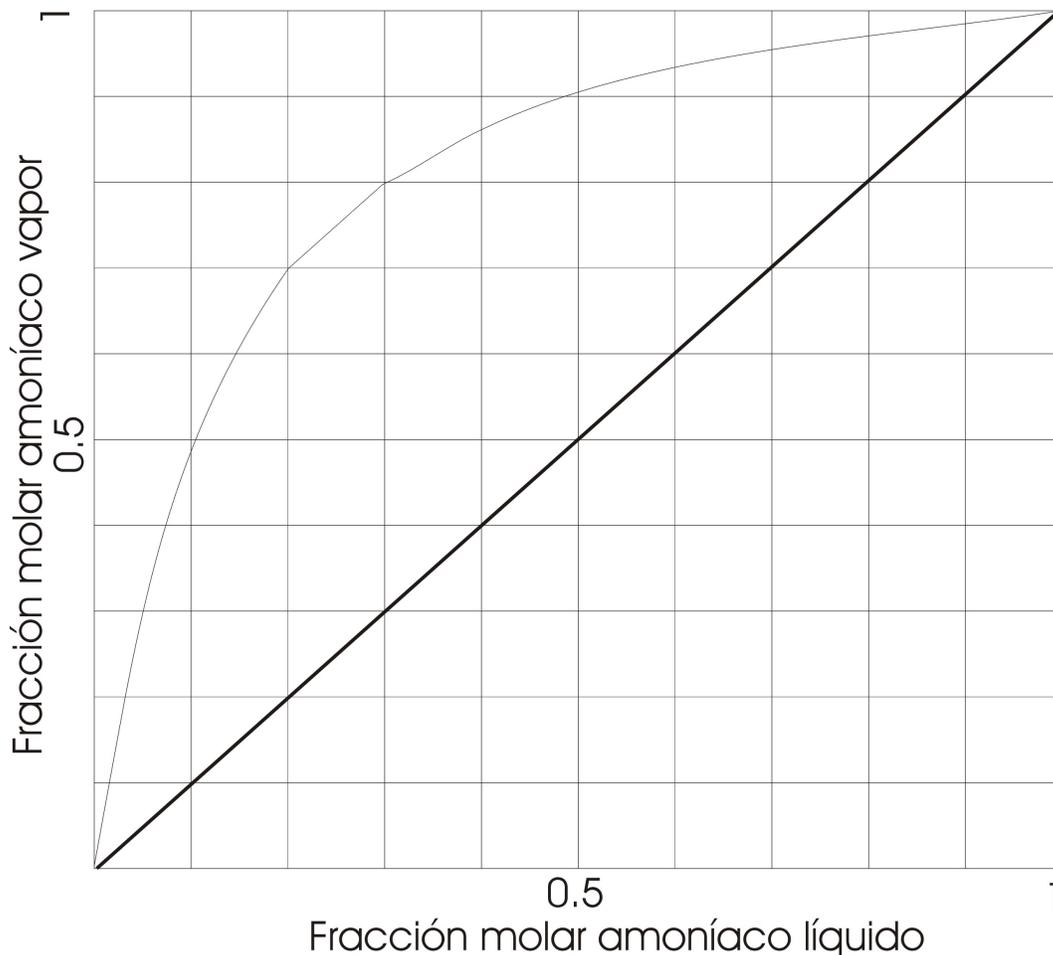

Figura 1:
- Caudal de las corrientes de destilado (D) y fondos (B) de la columna. (1 pto.)
- Número de platos teóricos y reales sabiendo que la eficiencia es de un 80%. Usar Figura 1.(4ptos)
- Número de platos teóricos y reales sabiendo que la eficiencia es de un 85%. Usar Figura 1.(4ptos)